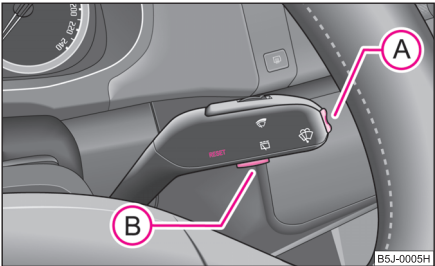

Fig. 10 Ecran d'informations: Eléments de commande
- Vous pouvez activer le menu en appuyant pendant plus d'1 seconde sur l'interrupteur (A) ⇒ fig. 10.
- Vous pouvez aller choisir dans le menu en appuyant sur l'interrupteur (A). Après avoir appuyé sur la touche (B) ou après avoir relâché l'interrupteur (A) (après 4 secondes), l'information choisie est affichée.